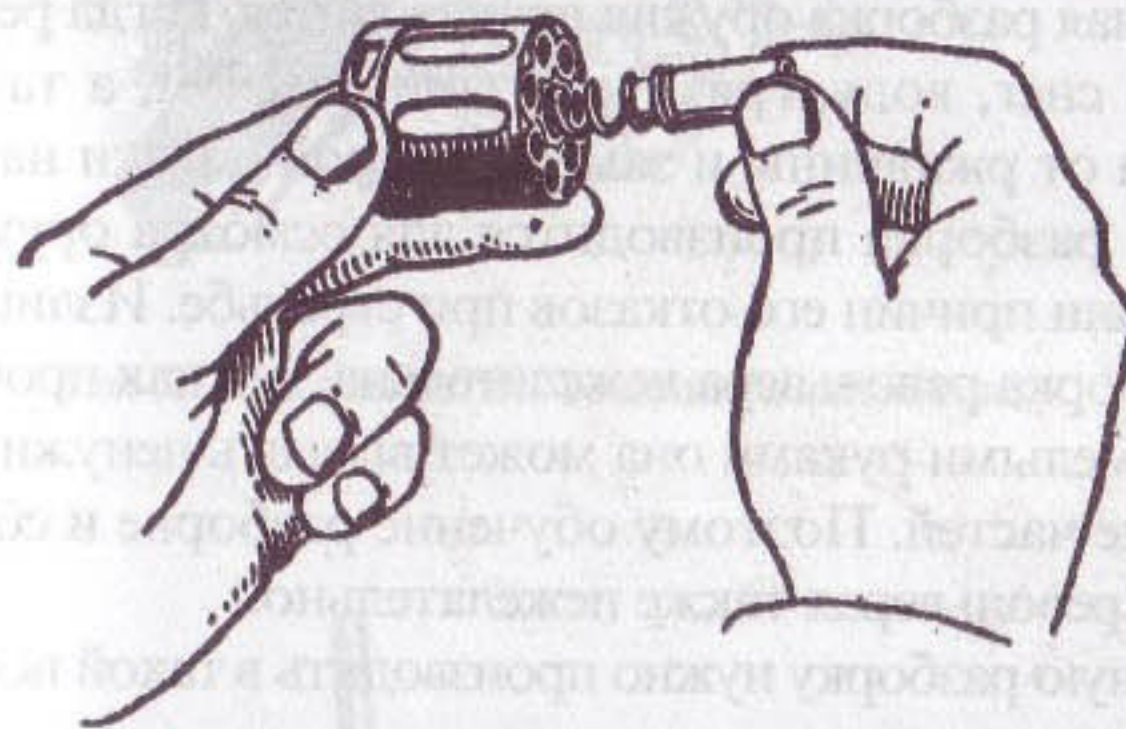
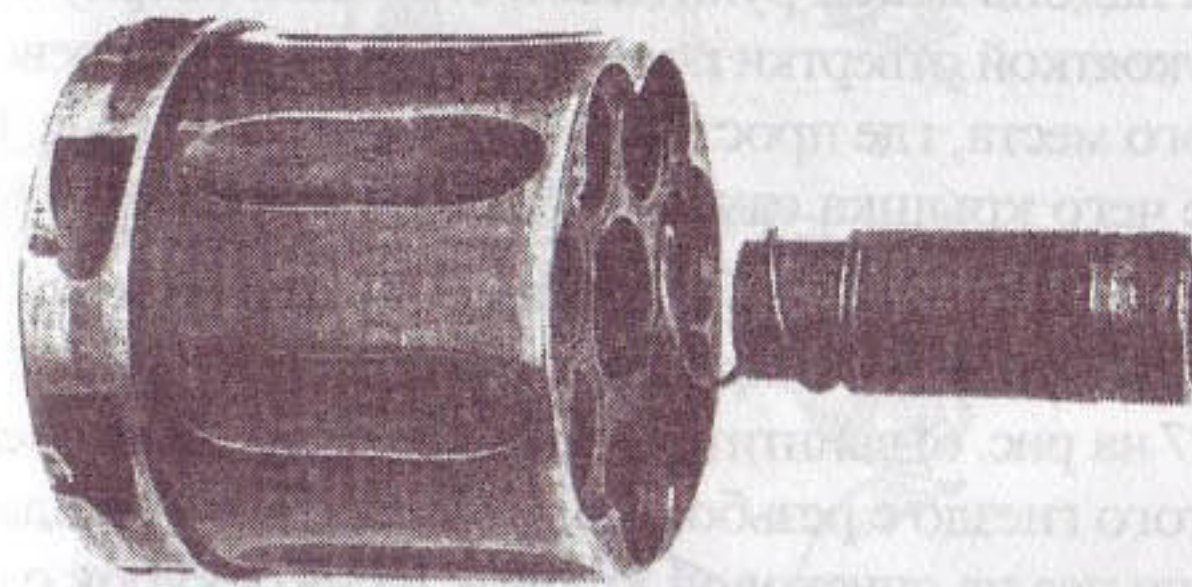

Рис. 61. Как вынуть подвижную трубку с пружиной
Рис. 62. Извлечение подвижной трубки
- ♦ вынуть из барабана подвижную трубку с пружиной, для чего повернуть трубку за ее выступающий конец и крутить в любую сторону, пока она не выйдет наружу (рис. 61). Подвижная трубка выходит из барабана, когда метка на ее торце будет находиться напротив продольного паза (рис. 62).